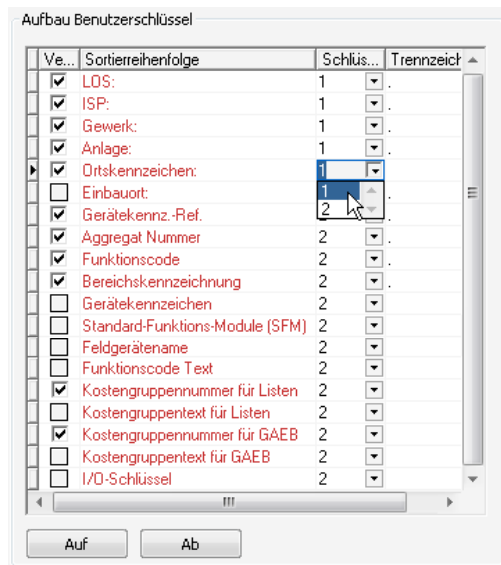

Bild 24.3 – Die Liste der Teilschlüssel in der Projektverwaltung
Die Liste dieser Felder sehen Sie in der folgenden Tabelle (vgl. Bild 24.3).
Rechts unten erscheint die Liste der verfügbaren Teilschlüssel (Abb. 24.3). Die ersten fünf Ebenen der Zeichnungsverwaltung werden hier als Informationsfelder für die Erzeugung des Schlüssels verwendet.
- Setzen Sie ein Häkchen in die Checkbox in der ersten Spalte, *Verwenden*. Aktivieren Sie die Teilschlüssel entsprechend Bild 24.3.